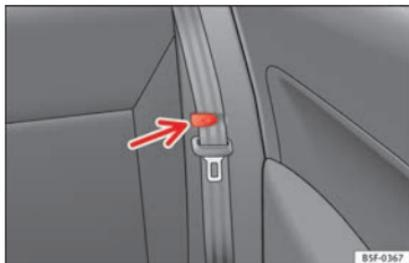

Fig. 149 Pince pour ceinture de sécurité.
- Placer les ceintures de sécurité latérales dans la pince du revêtement » fig. 149.